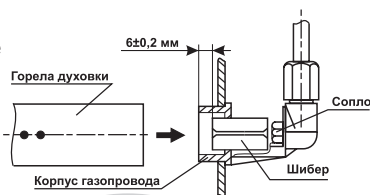

Рис.18
### Установка шибера для работы на другом виде газа (рис.18, 18а)
- удалите шибер из корпуса газопровода (рис. 18а);
Рис.18а